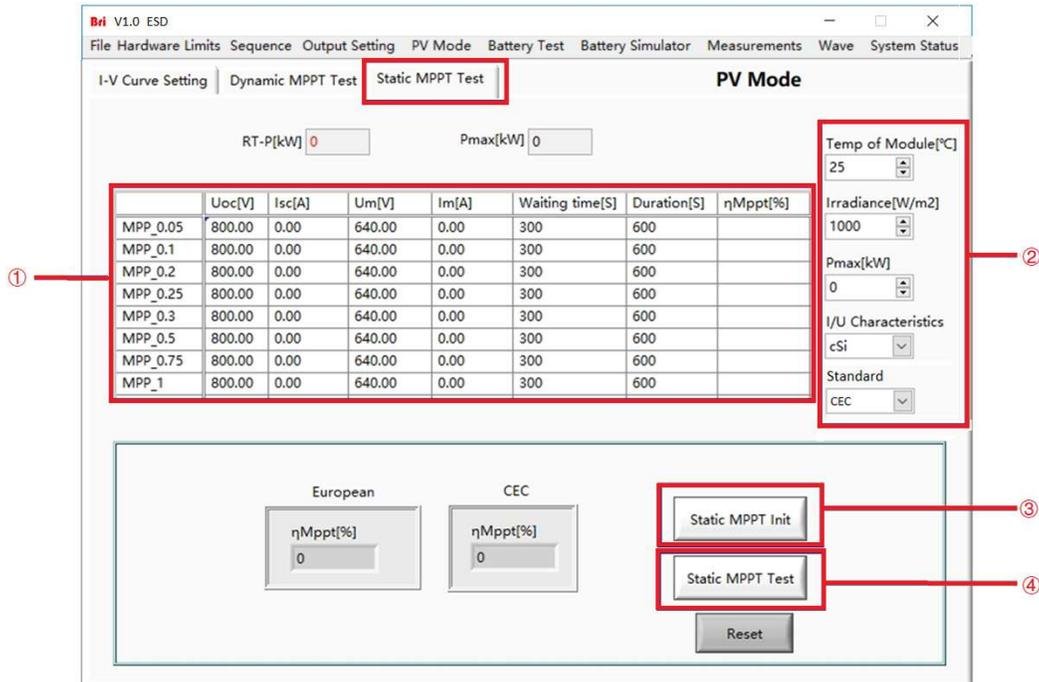

图 5-16 静态 MPPT 测试
设置温度 (Tamp), I/U 特性 (晶硅/薄膜方式), 辐照度 (Irradiance)、Pmax 等参数 (图 5-16②), 点击初始化按钮(Static MPPT Init) (图 5-16③), 最后点击静态 MPPT 测试按钮 (Static MPPT Test) (图 5-16④), 软件将自动计算并显示测试过程中的实时参数 (图 5-16⑥)。每一行测试时等待 5 分钟, 测试 10 分钟, 测试完成后, 设备会自动停机。所有测试完成后将会按照欧洲标准、CEC 标准分别计算出静态最大功率点跟踪效率 η_{Mppt} 。点击“复位”可以将静态效率测试界面中的数据恢复到初始状态。